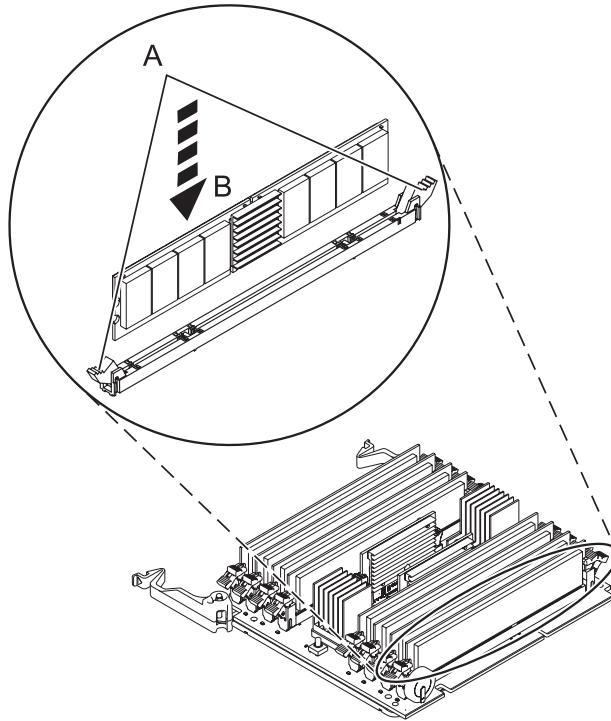

Abbildung 9. Speichermodul austauschen
12. Achten Sie darauf, dass die Verriegelungszungen (A) des Anschlusses nach außen in die entriegelte Position gedrückt sind (siehe Abb. 9 auf Seite 16), bevor Sie ein neues Speichermodul einsetzen.
13. Fassen Sie das Speichermodul vorsichtig an Kante (B) an und richten Sie es an dem Anschluss aus.